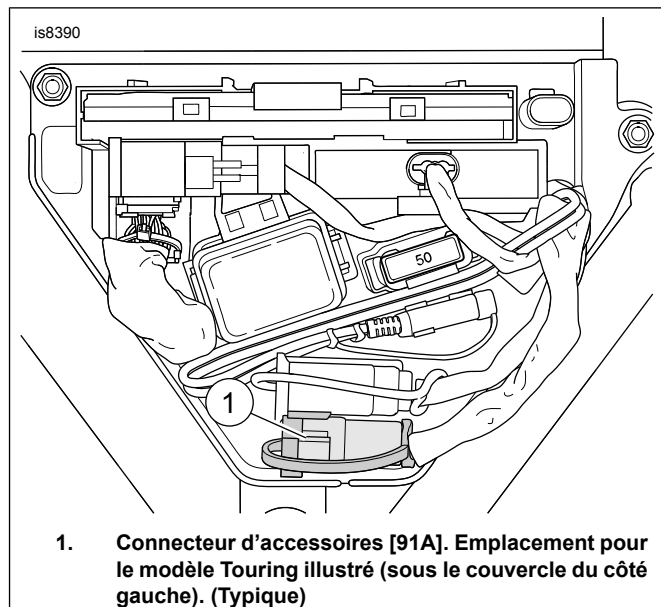

Figure 2. Connecteur d'accessoires
9. Consultez Tableau 1 et Figure 2 . Localiser le connecteur de liaison d'accessoires/données [91A].